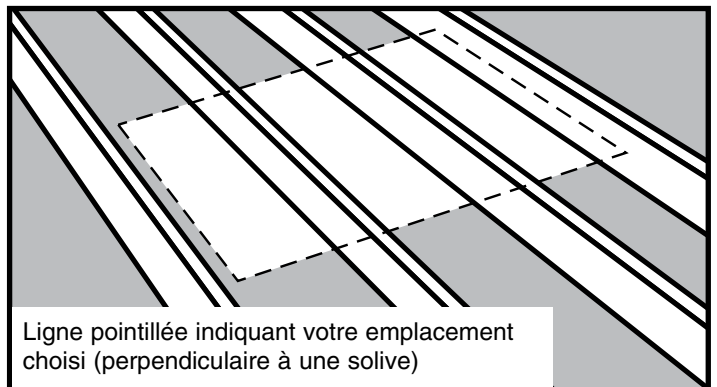

Figure 8
(A) Si l'emplacement choisi est perpendiculaire aux solives, marquez la largeur de l'ouverture brute sur le dessus des solives (Voir la Figure 8).